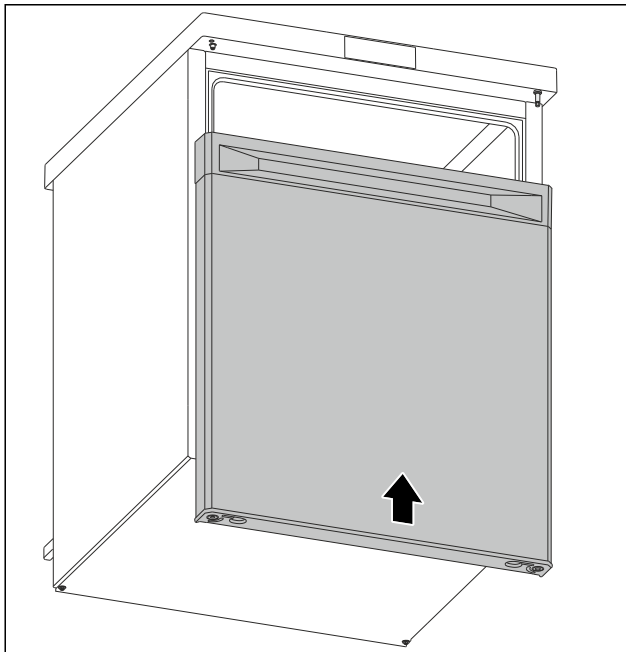

Fig. 13
- ▶ Schuif de deur op de bovenste grendel wanneer deze gesloten is. (zie Fig. 13)